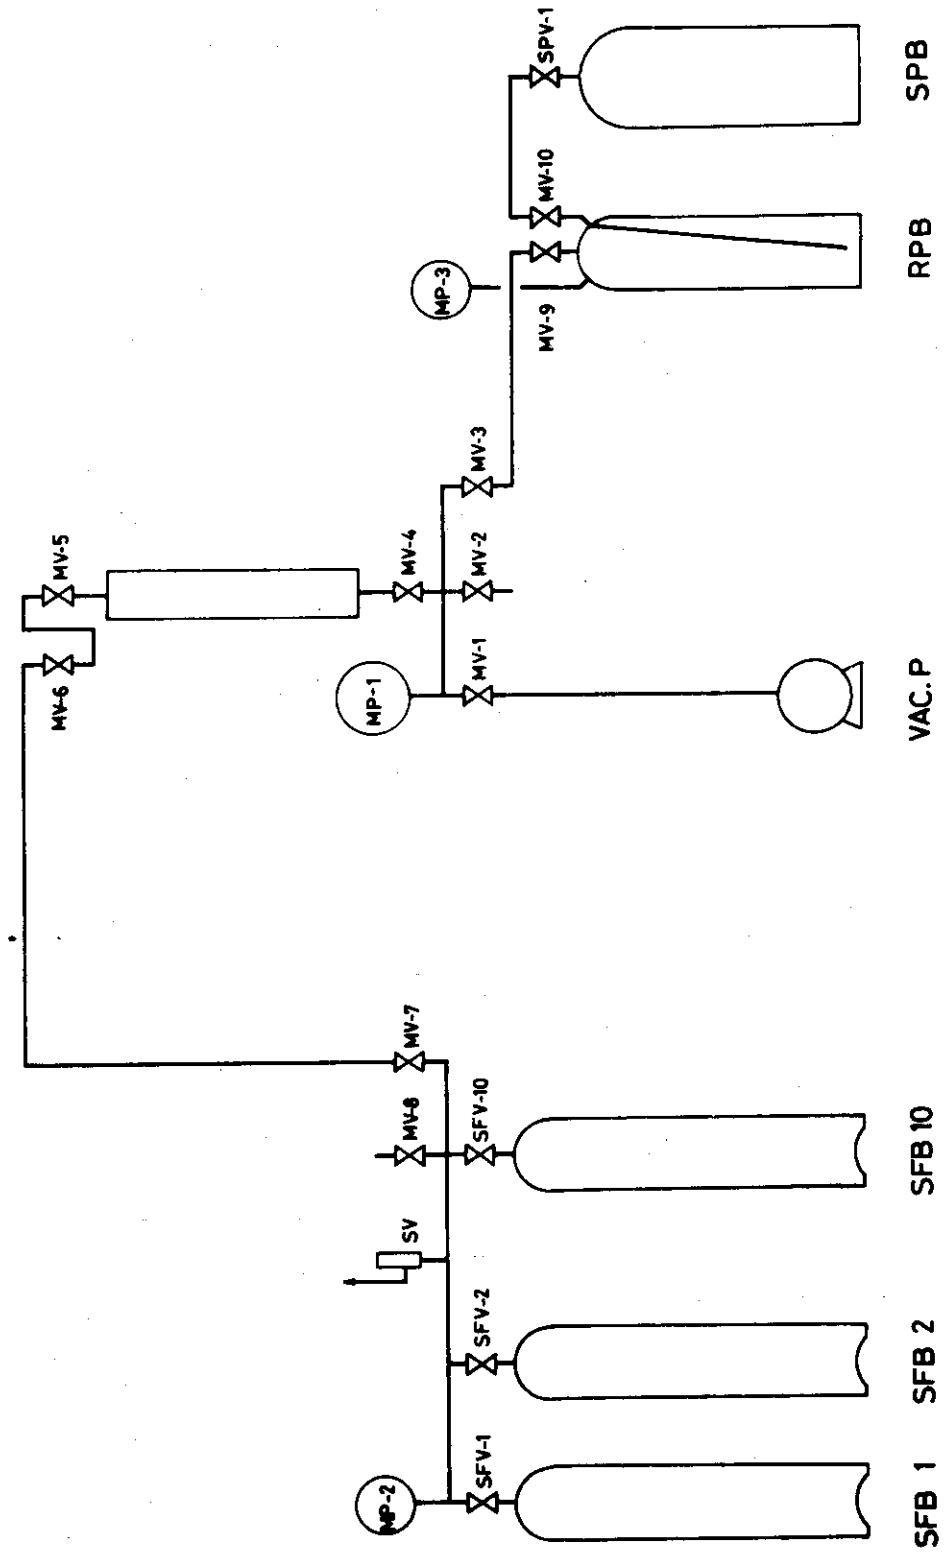

図 16 モノマー調整用仕込みライン
1) 仕込ライン	i) モノマーの仕込みおよび調整は, 23号室内の仕込ラインを用いて行なう。 ii) 以下に示す手順は, 図16を参照のこと。